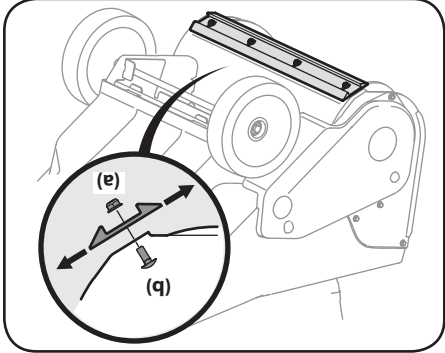

Figure 4-2
3. Desserrez les quatre écrous autobloquants à bride (a) et les boulons de carrosserie (b) qui retiennent la lame de raclage au boîtier. Voir Figure 4-2. Placez la lame de raclage à la position désirée, puis replacez les écrous autobloquants à bride (a) et les boulons de carrosserie (b). Serrez-les bien.